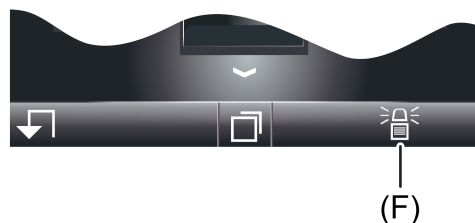

Bild 109: Symbol in der Fußzeile des Bildschirms zur Anzeige eines Alarms
Im Falle eines Alarms wird in der Fußzeile des Bildschirms das Symbol  (F) eingeblendet (Bild 109). Dieses Symbol bleibt auch dann noch sichtbar, wenn ein Alarm - beispielsweise durch eine Schalteneinrichtung - abgeschaltet wurde und sich die Anlage im Zustand "Unscharf nach Alarm" befindet. Hierdurch können Personen vor Ort am Gerät unabhängig von der sichtbaren Anzeigeseite leicht erkennen, dass ein Alarm vorhanden ist oder war. Durch Drücken des Symbols in der Fußzeile verzweigt die Bildschirmanzeige auf die Anzeigeseite der Meldeanlage, wo der Ereignisspeicher eingesehen und der Alarm quittiert werden kann. Das Symbol in der Fußzeile erlischt, nachdem ein Alarm erfolgreich quittiert wurde.